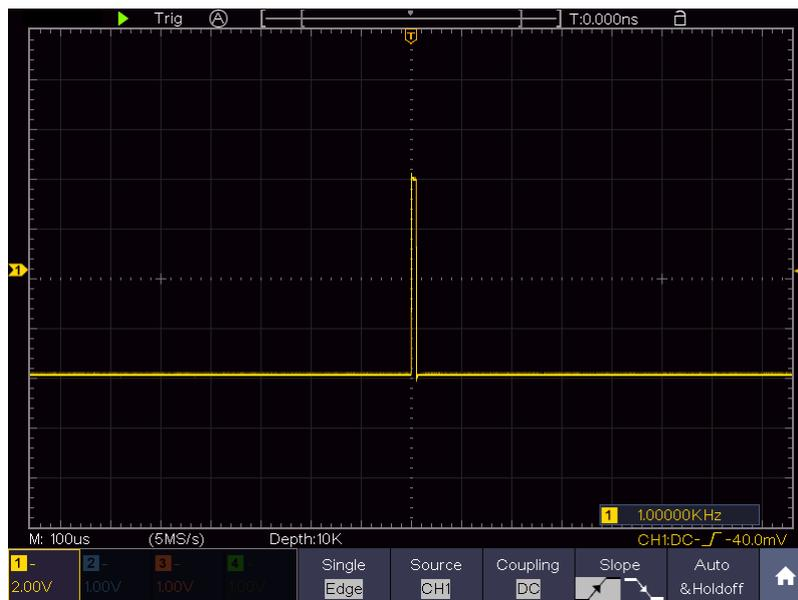

Figure 9-3 非周期信号の観測
- (12) **トリガ・レベル**ノブを回してトリガ・レベルを、信号のおおよそ 50%のレベルに調整します。
- (13) 画面上部のトリガ状態表示を確認し、Ready でない場合は、**Run/Stop** ボタンを押して波形取り込みを開始し、トリガが発生するのを待ちます。信号が設定されたトリガ・レベルに達すると、1つの波形が取り込まれて画面に表示されます。この手法で、ランダムなパルスを簡単に取り込むことができます。例えば、高振幅のバースト・ノイズを見つけない場合は、トリガ・レベルを平均信号レベルよりも高い値に設定し、**Run/Stop** ボタンを押してトリガを待ちます。ノイズが発生すると、波形を取り込みます。**水平 Position**ノブを回すと、水平トリガ・ポジションを左右に調整することができ、ノイズが発生する前あるいは後の波形を簡単に観察できます。(Figure 9-3)
- (14) トリガ条件を見つけることができたなら、トリガ・モードを Normal に設定すれば、トリガ条件を満たす場合のみ波形を連続して取り込み、Single に設定すれば、トリガ条件を満たした後に1つの波形を取り込んで波形取り込みを停止します。